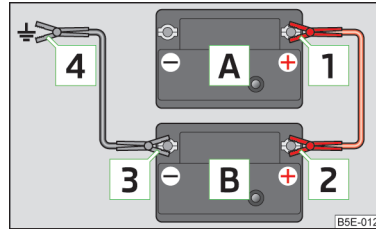

Fig. 167
- Conectar un extremo **1** al polo positivo **A** » fig. 167.